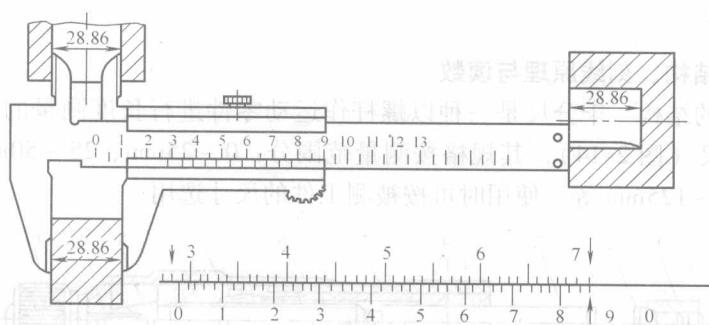

图 2-9 游标卡尺测量值的读法
(3) 读数方法（图 2-9）
3) 将尺身上读出的整数和游标上读出的小数相加，即得测量值，图 2-9 所示为 $28mm + 0.86mm = 28.86mm$ 。